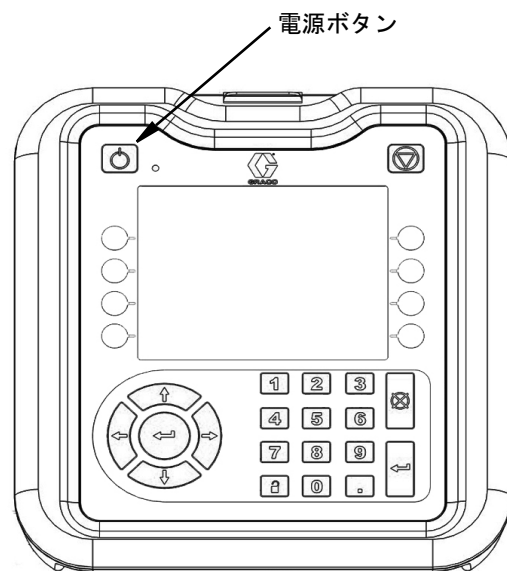

図 24
11. 左上の電源ボタンを押すことにより、ADM を有効にしてください。図 24 を参照してください。